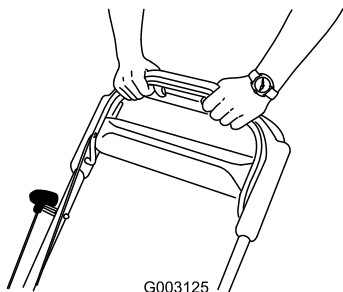

Figure 23
3. Maintenez la barre de commande de la lame contre le guidon (Figure 23).